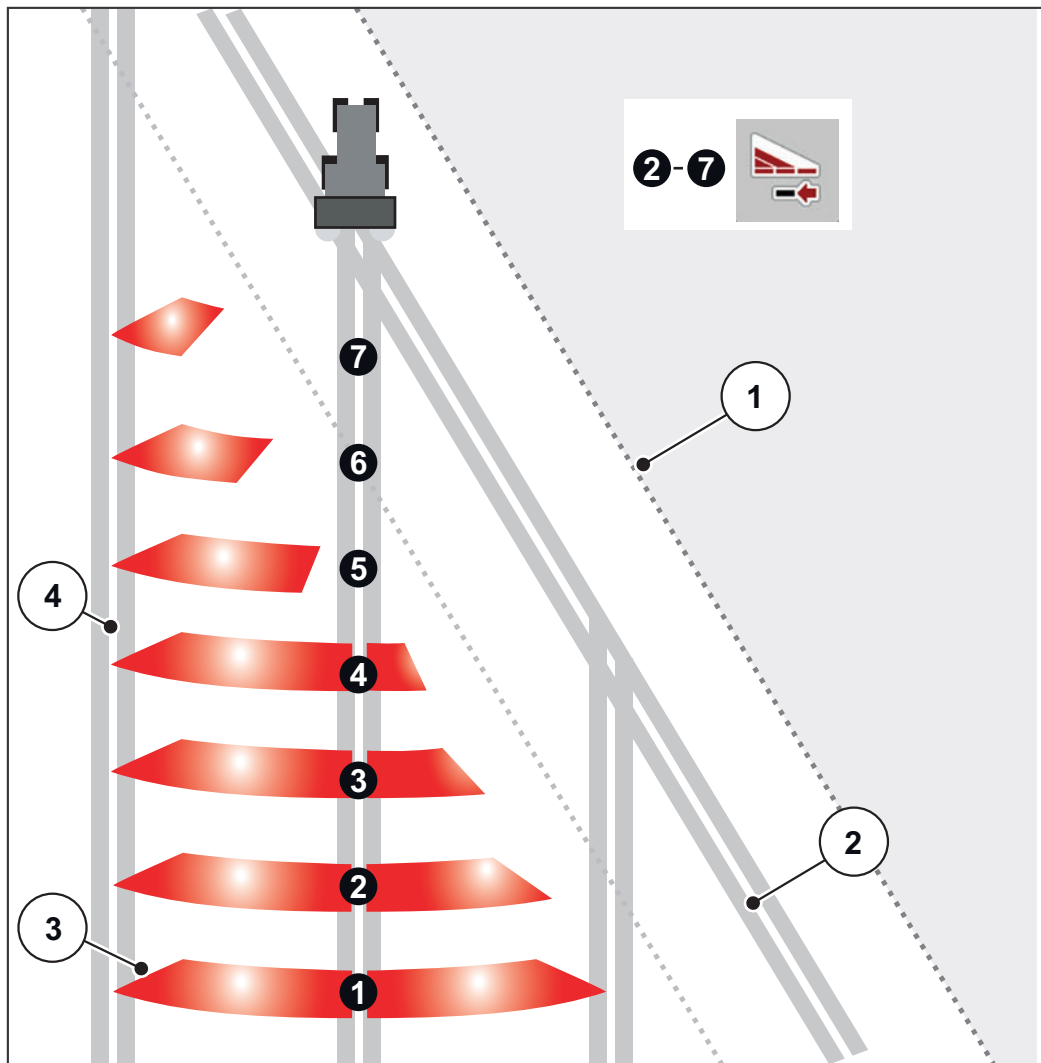

Рисунок 5.4: Автоматическое переключение секций штанги
- **Только для AXIS.2:** переключение секций штанги можно осуществлять снаружи вовнутрь или изнутри наружу. См. Рис. 5.4.